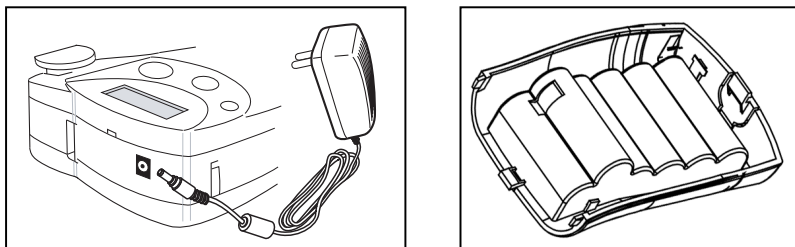

Rys. 1
- Naciśnij kciukiem zatrzask, a następnie otwórz i podnieś pokrywę komory na akumulator - patrz rys. 1.